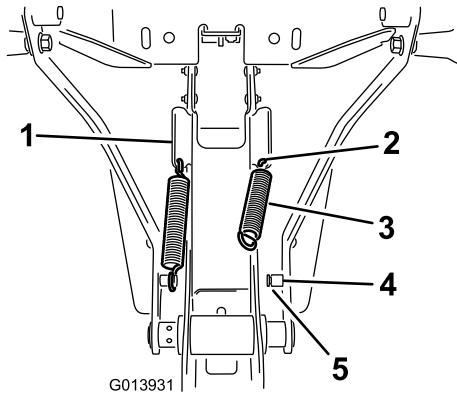

Figura 8
- Instale el muelle en el taladro del extremo inferior de la pestaña inclinada del lateral del bastidor (Figura 8).
2. Enganche un extremo del muelle en el taladro y el otro extremo en el anclaje del muelle (Figura 8).
3. Asegúrese de que el extremo del muelle queda correctamente asentado en la ranura de la clavija (Figura 8).